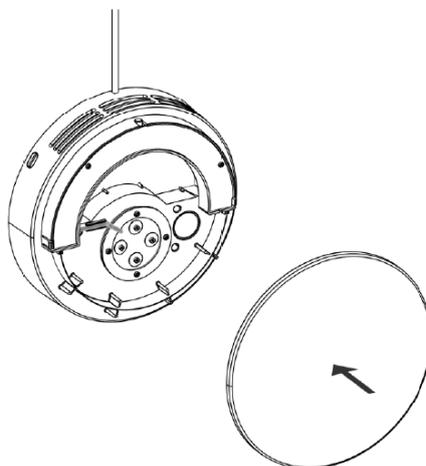

Figure 19 - Remettez le couvercle intérieur en place.
- Remettez le couvercle intérieur en place (voir Figure 19 ci-dessous).